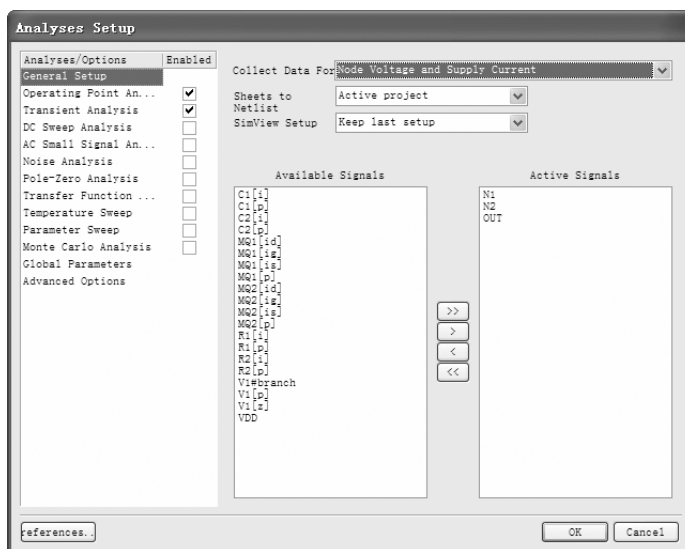

图 12-41 通用参数设置
- 1) 选择菜单命令“设计”→“仿真”→“Mixed Sim”（混合仿真），打开分析设置对话框。在“General Setup”（通用设置）选项卡中将“Collect Data For”（为了收集数据）栏中设置为“Node Voltage and Supply Current”项。将“Available Signals”（有用的信号）栏中的 N1、N2 和 OUT 添加到“Active Signals”（积极的信号）栏中，如图 12-41 所示。